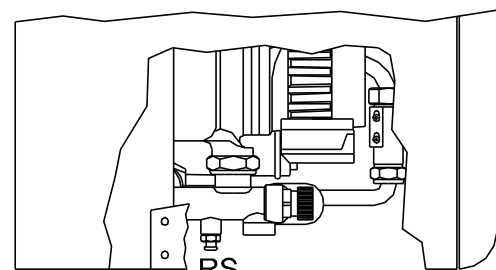

Рис. 3
- Откройте сливной кран **RS** (рис. 3) и слейте воду в канализацию или подставленную емкость.